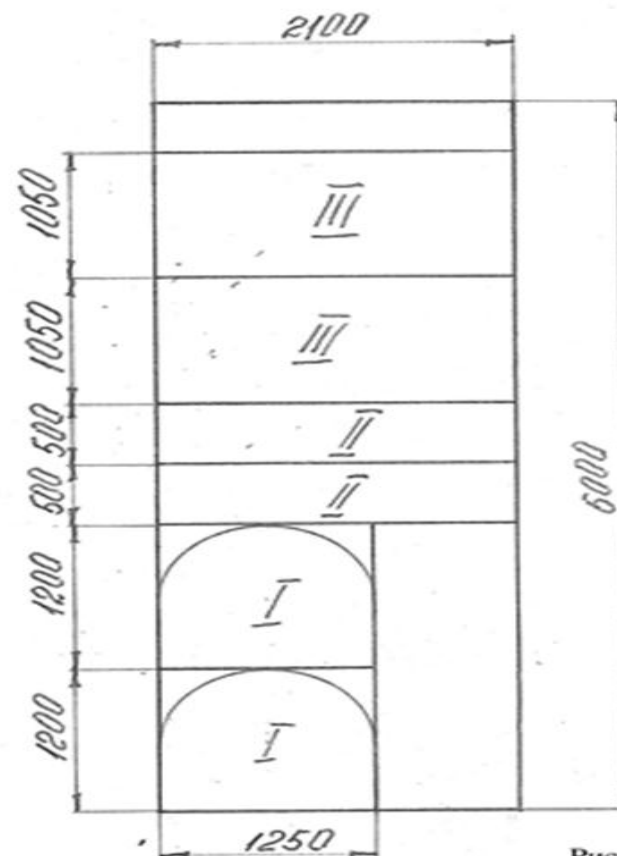

Рис. 2
3. Раскроить поликарбонат согласно схеме (рис.2)